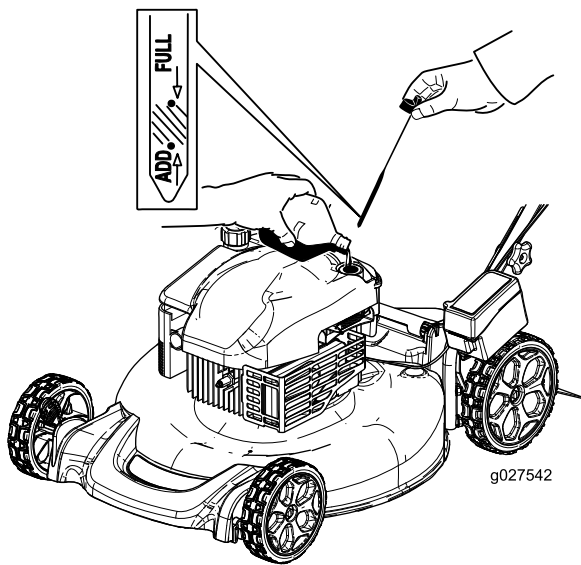

Figura 25
12. Retire la varilla y compruebe el nivel de aceite en la misma (Figura 25).